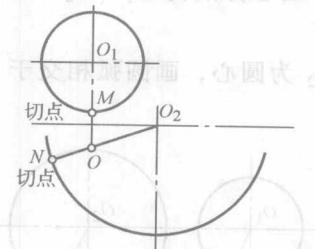

图 1-18 两圆弧间圆弧混合连接步骤三
3) 连接  $O O_1$  交已知圆于  $M$  点；连接  $O O_2$  并延长交已知圆于  $N$ ， $M$ 、 $N$  即为切点，如图 1-18 所示。